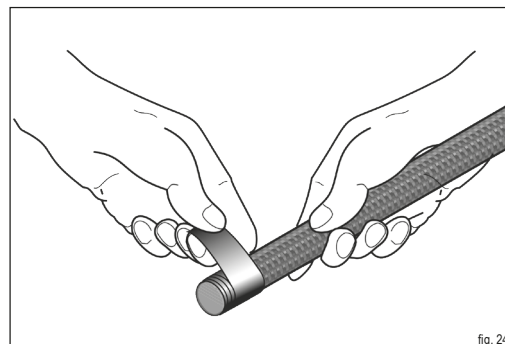

fig. 24
- ▶ Avvolgere la nuova guarnizione con il nastro di rame da un lato con una lunghezza di circa 3 cm (fig. 24).